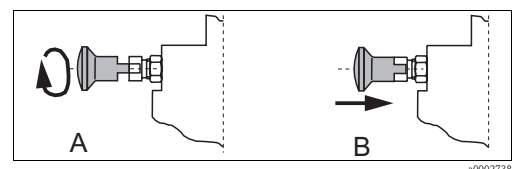

Fig. 18: Bullone di blocco meccanico di sicurezza
4. Girare il bullone di blocco di 90° in modo che la ghiera di plastica si trovi sopra i fori (fig. 18, A).
5. Girare il tubo retrattile **in senso orario** fino quando il bullone di blocco non sarà innestato (B).